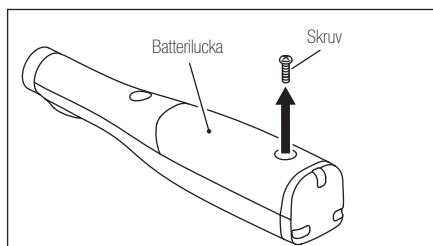

Bild 14
- 3) Ta loss skruven som håller fast batteriluckan med en stjärnmejsel. (Bild 14)